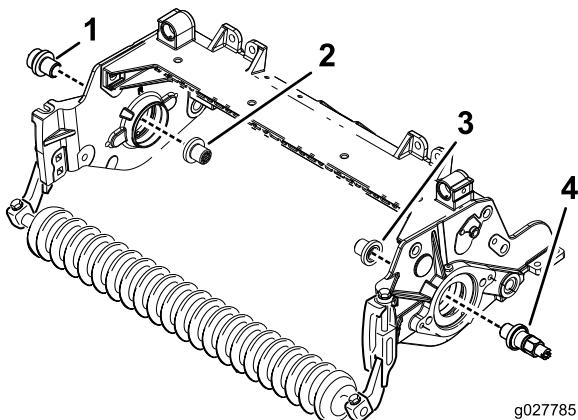

図6
12. リール駆動シャフトツールを使って、リールシャフトの両端からスライド付きインサートを取り外し、これらを廃棄する 図6。モデル 03401 と 03402 にはリール駆動シャフト・ツールTOR4112を使用する。モデル 03403 と 03404 にはリール駆動シャフト・ツールTOR4074を使用する。スライド付きインサートが入っていたところのネジ部についているグリスをきれいにふき取ること。
13. リールシャフトのリールモータ側に、新しい長いスライド付きインサートを取り付ける 図6。ねじ山にロックタイト青を塗り、115.5129Nm 11.813.1kg.m = 8595ft-lbs にトルク締めする。
14. 駆動シャフト用インサートを取り付ける図6。ねじ山にロクタイト青を塗り、115.5129Nm 11.813.1kg.m = 8595ft-lbs にトルク締めする。